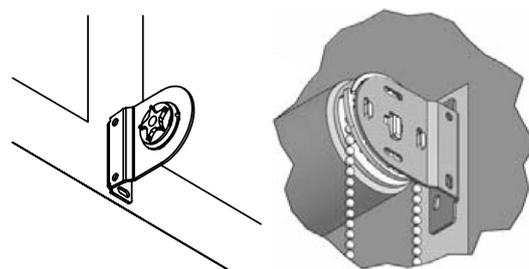

Рис. 13. Установка правого изделия
3. Прикрутить 2 саморезами\* (при необходимости использовать дюбели\*) каждый кронштейн, начиная с правого (Рис.13).
4. Вставить заглушки со звездой в соединительные кронштейны (Рис. 13).
5. Установить изделие с управлением сначала в соединительный кронштейн, а затем в боковой кронштейн так, чтобы крючок на торце был направлен вертикально вниз (Рис.13).